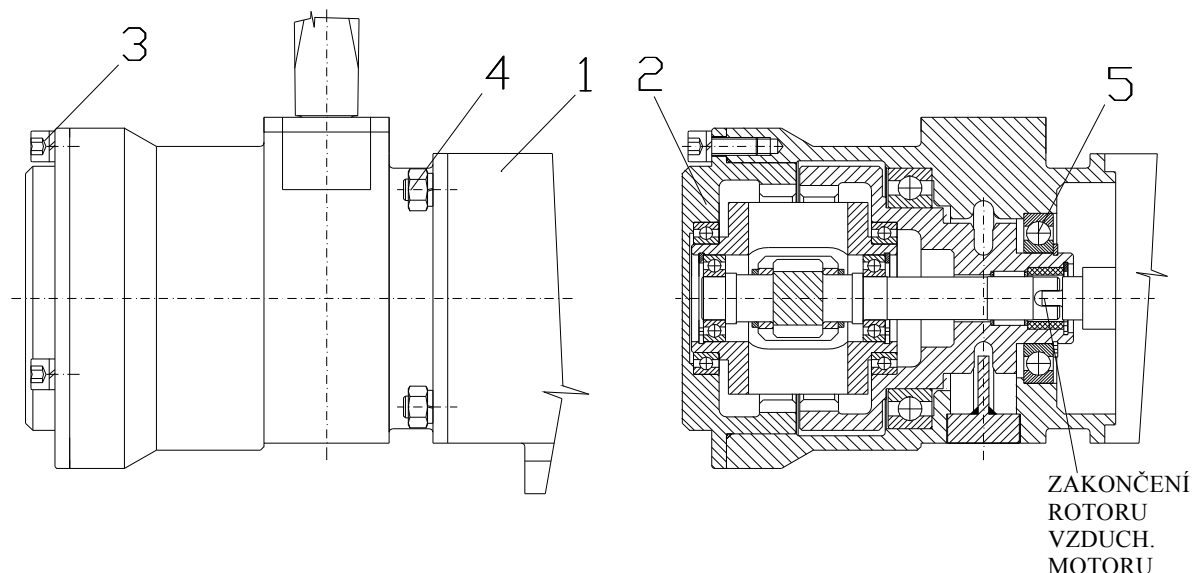

Abb. 10.2
10.2 GETRIEBE UND LAGER (Abb. 10.2)